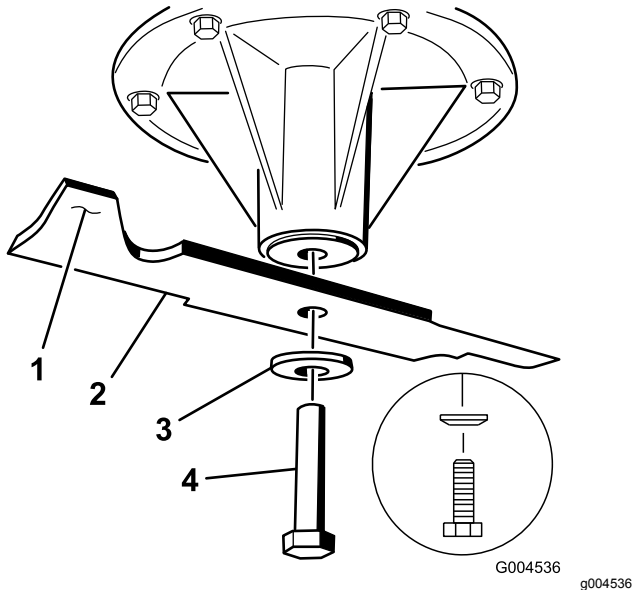

Figura 102
1. Instale la cuchilla en el eje (Figura 102).
2. Instale la arandela de muelle y el perno de la cuchilla (Figura 102).